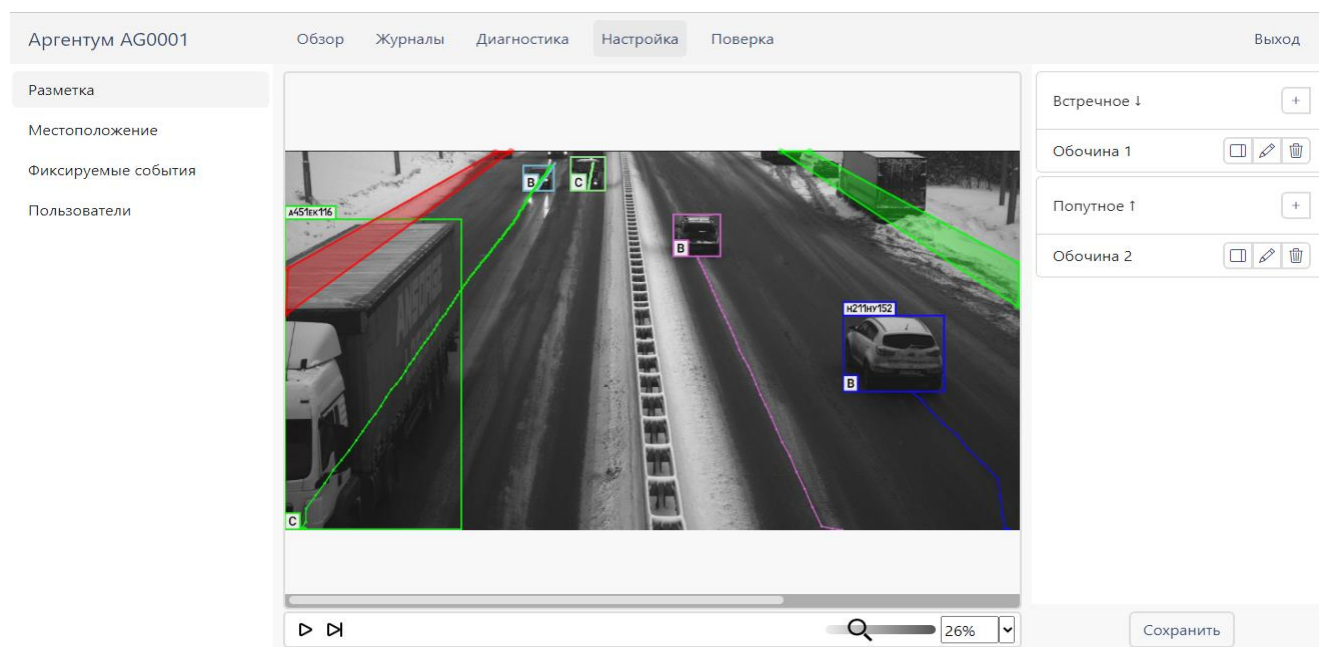

Рисунок 26: Разметка контуров полос в кадре
8.6.1.5 Обозначить контуры соответствующей полосы на кадре посредством последовательного нанесения реперных точек. При этом каждая следующая наносимая реперная точка будет автоматически соединена линией с предыдущей. Последняя наносимая реперная точка должна совпасть с первой нанесённой реперной точкой, чтобы получился замкнутый контур в виде многоугольника. При нанесении реперных точек необходимо следить, чтобы контуры виртуальной полосы максимально совпадали с фактическими границами реальной полосы на кадре (ориентироваться на фактическую разметку и/или края дорожного полотна), а также с границами видимой области на кадре (в случае, если видимая область конкретной полосы обрезана границами кадра). Нанесение контуров на дороге с ярко выраженной кривизной может потребовать нанесения большего количества реперных точек для более достоверного соответствия контуров виртуальной полосы фактической разметке и/или краям дорожного полотна (см. Рисунок 26 ниже).